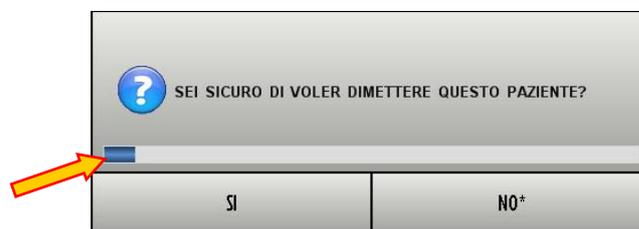

Fig 53 – Finestra a tempo con scelta Sì o No
2) Finestra a tempo con scelta doppia (SÌ o NO - Fig 53).
La barra indicata in Fig 53 è un timer che indica per quanto tempo ancora la finestra resterà sullo schermo. La parte colorata della barra si accorcia con lo scorrere del tempo.